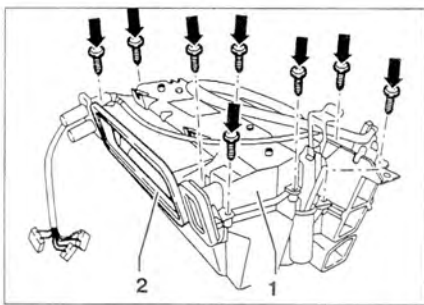

Рис. 9.58. Открутите винты (стрелки), снимите прокладку 2 и верхнюю часть отопителя.
3. Открутите винты (стрелки), снимите прокладку 2 и верхнюю часть отопителя (рис. 9.58).